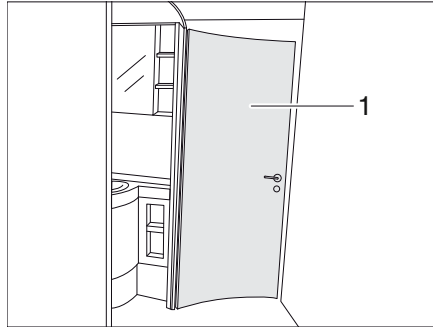

Fig. 201 Espace de bain
Selon l'équipement, la porte de l'espace toilette (Fig. 201,1) peut être bloquée dans 1 à 3 largeurs d'ouverture différentes pour former un espace de bain. Selon la largeur d'ouverture sélectionnée, différentes parties de local sont reliées ensemble.
- ▷ La porte de l'espace toilette (Fig. 201,1) ne peut pas être utilisée comme paroi de séparation pendant le trajet.